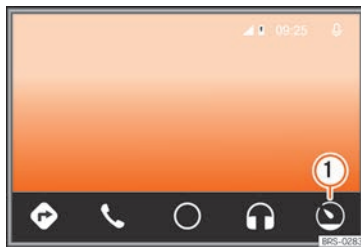

**Fig. 188** Menú de Android Auto™
- En el servicio Android Auto™ pulse el botón de función >>> **fig. 188 ①**.